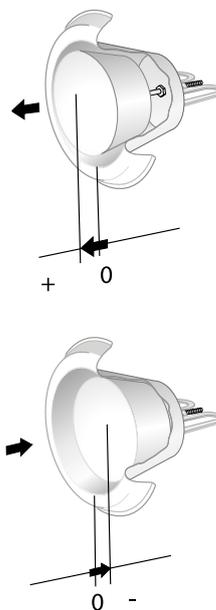

Figure 2. Mise en service.
Le réglage de la bouche d'extraction se fait par mesure de la pression ou du débit d'air. Utiliser le « crochet de mesure » pour mesurer la pression d'air, et n quelconque débitmètre pour mesurer le débit d'air. Voir Figures 2 et 3.
- Le niveau sonore en dB(A) s'applique à des locaux ayant une surface d'absorption équivalente de 10 m2.
- La valeur de correction de la bande d'octave KOK indique le point zéro du cône selon la figure 2.